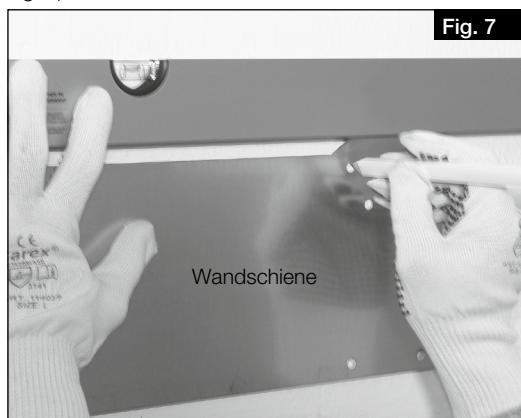
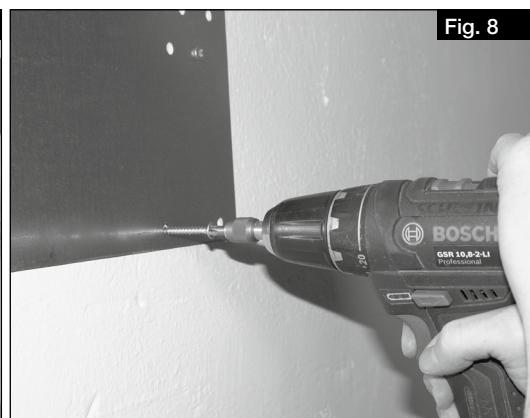

Fig. 7
Fig. 8
1. Fixer le rail porteur horizontalement (support vers le haut) sur le mur à l'aide des fixations appropriées (voir Fig. 7 et Fig. 8).